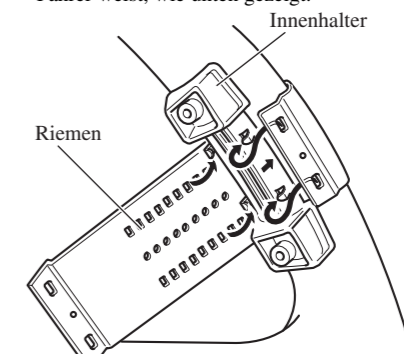

Abb. 8
1. Den Innenhalter mit dem Riemen am Innenkreis des Lenkrads anbringen. (Abb. 8)